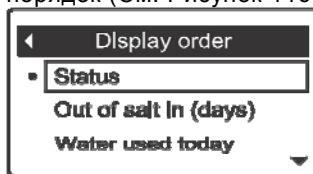

РИС. 116
4. Нажать кнопку ВЫБОР (O) для отображения экрана Отобразить порядок (См. Рисунок 116).